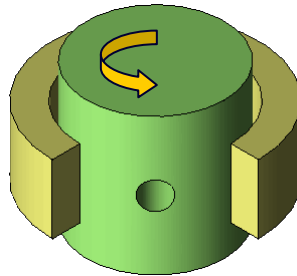
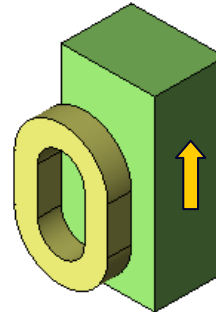

図 3 回転運動モデルの例
図 4 並進運動モデルの例
- ・**適用可能モデル**: 可動部と固定部のギャップ面がモデルの端から端までひとつの円筒面(回転運動時)または平面(並進運動時)で定義できる場合(図 3、図 4)。